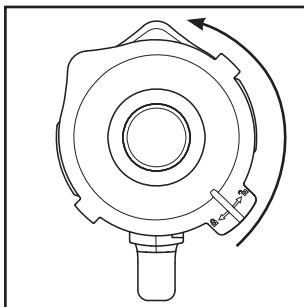
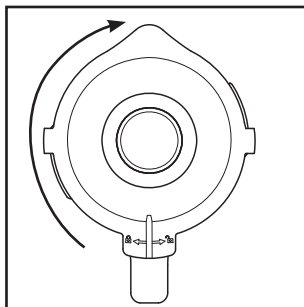

Bild 1
Bild 2
- 1) Lyft mixerbehållaren ③ rakt uppåt för att ta av den från motorblocket ⑥.
- 2) Ta av locket ② genom att vrida det motsols mot läge  (se bild 1) tills det lossnar och kan tas av.
- 3) Fyll mixerbehållaren ③. Fyll aldrig på mer än upp till MAX-markeringen.
- 4) Sätt sedan tillbaka locket ② med samma förskjutning på mixerbehållaren ③ och tryck fast det. Stäng locket ② genom att vrida det medsols till läge  tills det klickar fast (se bild 2). Kontrollera att mixerbehållarens ③ pip är stängd. Motorn startar bara om locket ② sluter helt tätt.